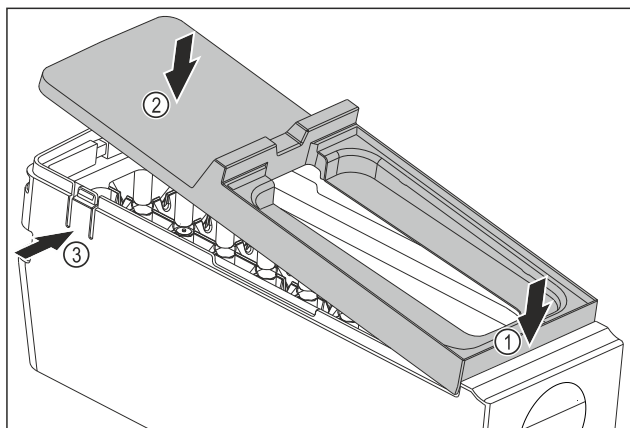

Fig. 79
- ▶ Встановіть кришку корпусу EasyTwist-Ice: Прикріпіть кришку спереду. Fig. 79 (1)
- ▶ Опустіть кришку ззаду. Fig. 79 (2)
- ▷ Кришка зі звуком фіксується в обох виступах Fig. 79 (3).